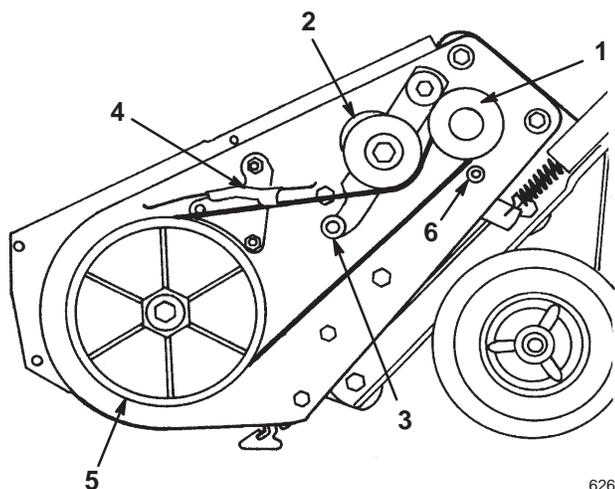

Figure 27
5. Tirez la poulie de tension vers le haut et déposez la courroie d'entraînement usagée de la poulie de turbine, l'ensemble bras de frein et la poulie motrice (Fig. 27).
6. Enroulez la courroie d'entraînement neuve autour de la poulie motrice, sous la poulie de tension, sur le galet, dans l'ensemble frein et autour de la poulie de turbine (Fig. 27).
- Important** La courroie d'entraînement doit passer en haut du galet, comme indiqué à la Figure 27.